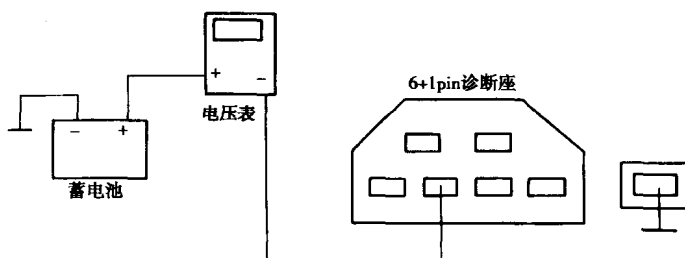

图 1-1-5 6 + 1PIN 诊断座
(1)将诊断座的自诊断输入(单 PIN)的接头,利用一跨线直接搭铁(图 1-1-5)。
(2)连接电表的负极线至诊断座自诊断输出端(图 1-1-5),正极接至蓄电池正极。